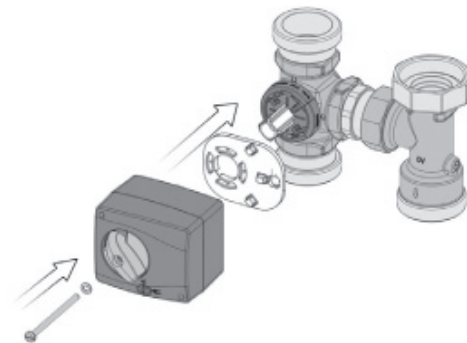

Рис. 19
6. Надеть стопор вращения (9) на трехходовой смеситель (рис. 19).
7. Надеть сервомотор на адаптер (3) (рис. 19).
8. Винт (4) со стопорной шайбой (5) затянуть с усилием 5 Нм (рис. 19)